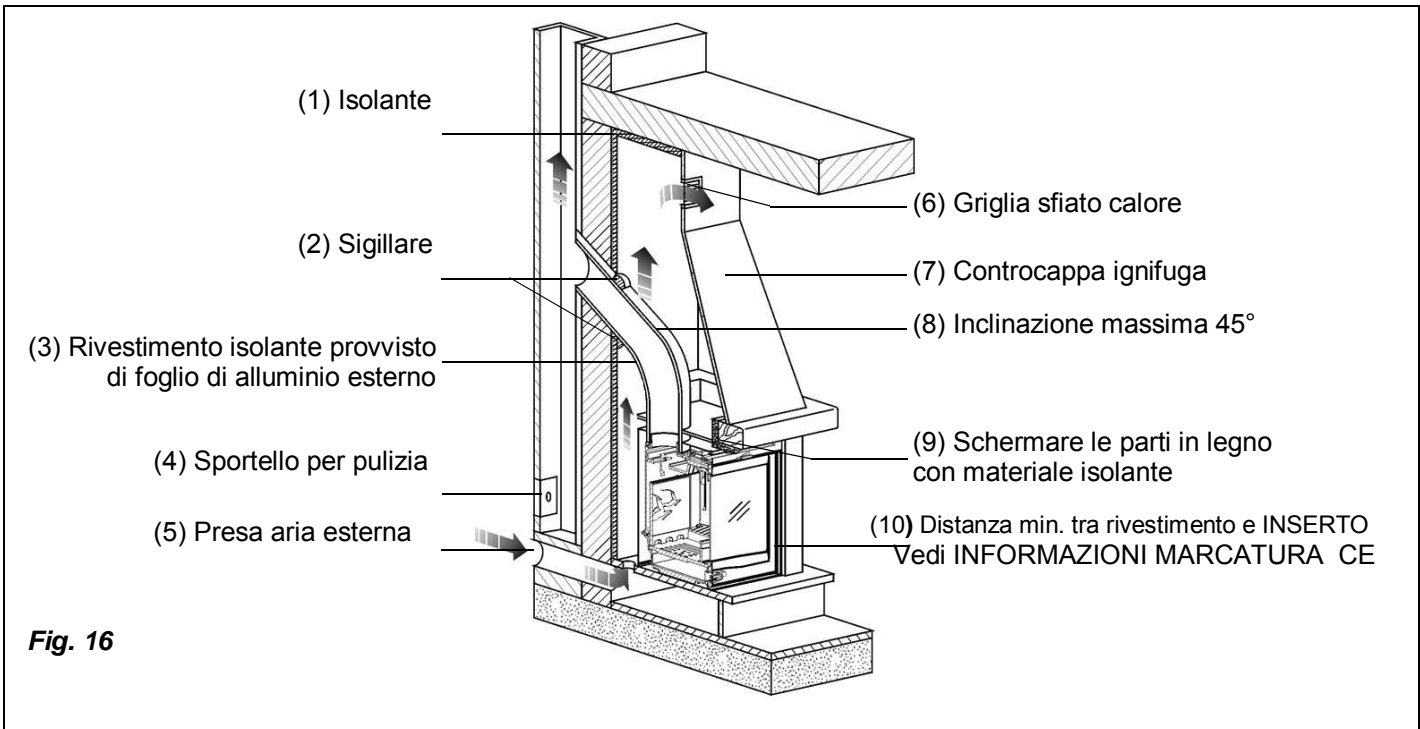

Fig. 16
La griglia di sfiato calore (Fig. 16 pos.6) va installata sulla parte superiore della cappa a circa 20 cm dal soffitto. Questa **deve sempre essere installata** in quanto la sua funzione è quella di lasciare fuoriuscire nel locale il calore accumulato all'interno della cappa (sovra-pressione).
- Qualora l'afflusso d'aria fosse ottenuto attraverso aperture comunicanti con locali adiacenti sono da evitare prese d'aria in collegamento con garage, cucine, bagni e centrali termiche (v. Fig. 16).